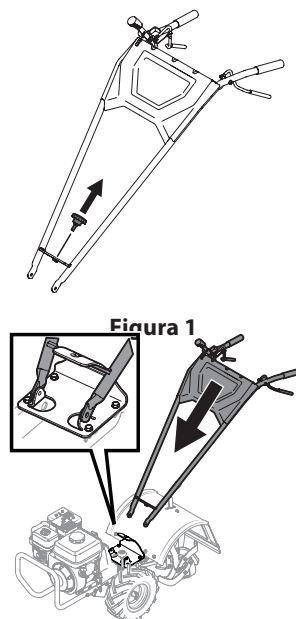

Figura 2
3. Levante suavemente el manillar (no estire excesivamente los cables conectados) y coloque la cruceta del manillar frente al soporte curvo de ajuste de altura. Consulte la Figura 2.
4. Con el cable del embrague de avance en el interior del manillar, coloque los extremos del manillar en el exterior de las dos lengüetas de montaje encima de la cubierta de la transmisión. Consulte el recuadro en la Figura 2.